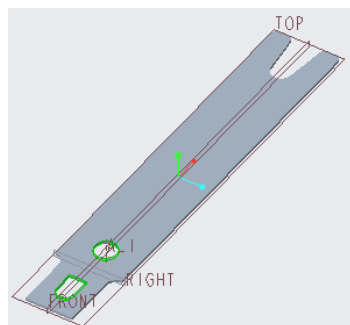

图 5-52 切除材料的结果
(6) 在“拉伸”选项卡中单击 (完成) 按钮, 得到的钣金件模型如图 5-52 所示。